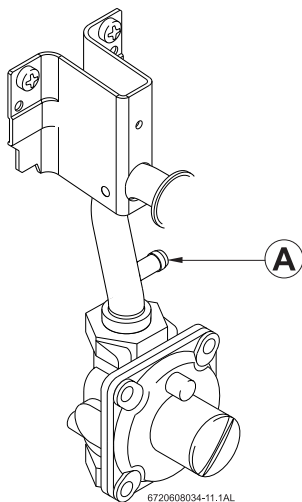

Fig. 15 Point de mesure de la pression de gaz
- ▶ Retirez le capot avant et repérez sur le côté droit le point de mesure de la pression d'entrée du gaz, indiqué à la Fig. 15.